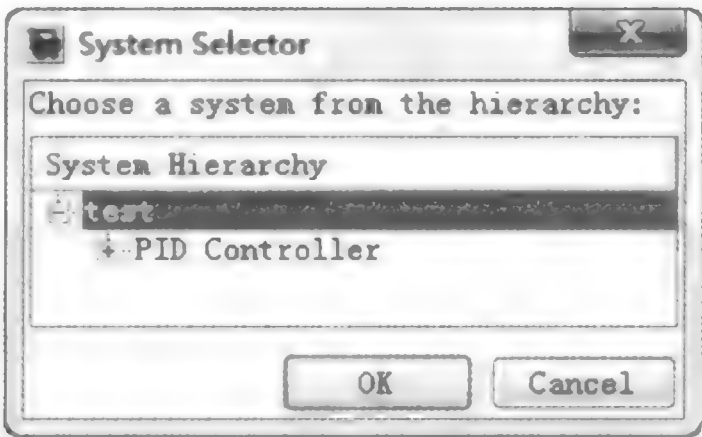

图 9.9.10 System Selector 界面
- (3) 在系统选择窗口，选中整个模型，而不是某个子系统，确定后开始 Code Generation Advisor 检查，如图 9.9.10 所示。